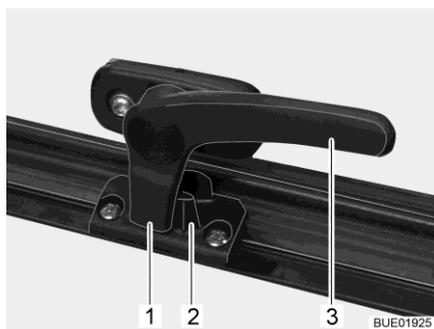

Fig. 19 Leva di serraggio (posizione "Chiusa")
- Ruotare la leva di serraggio (Fig. 19,3) di un quarto di giro verso il centro della finestra.
- Ruotare la leva di serraggio (Fig. 19,3) di un quarto di giro verso il telaio della finestra. Il nasello di chiusura (Fig. 19,1) si trova sul lato interno della chiusura della finestra (Fig. 19,2).
- In posizione "Completamente chiusa" (Fig. 19).